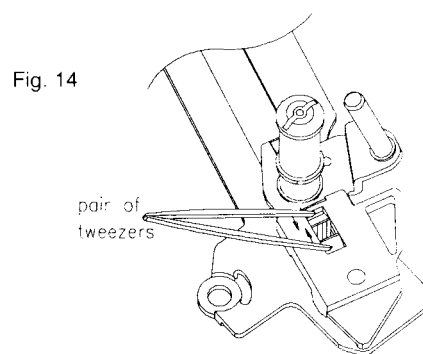
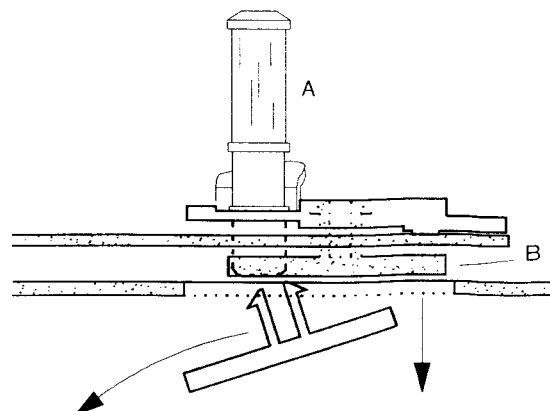

Fig. 14
Fig. 15
- Mit einer Pinzette die beiden Schnapphaken zusammendrücken und die Umlenkrolle von der Platte (siehe Fig. 14) abnehmen.
- Mit einer Pinzette die beiden Schnapphaken zusammendrücken (Fig.14) und die Umlenkrolle A von der Platte B abnehmen (Fig.15).
- Einfädelarm links aus der Platte aushängen und diese durch die Ausnehmung im Chassis nach unten hin aus dem Laufwerk entfernen (Fig.15).